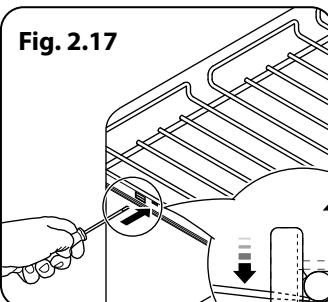

Fig. 2.18
3. Luta framsidan av hyllan nedåt och lyft sedan löparna fria (Fig. 2.18).